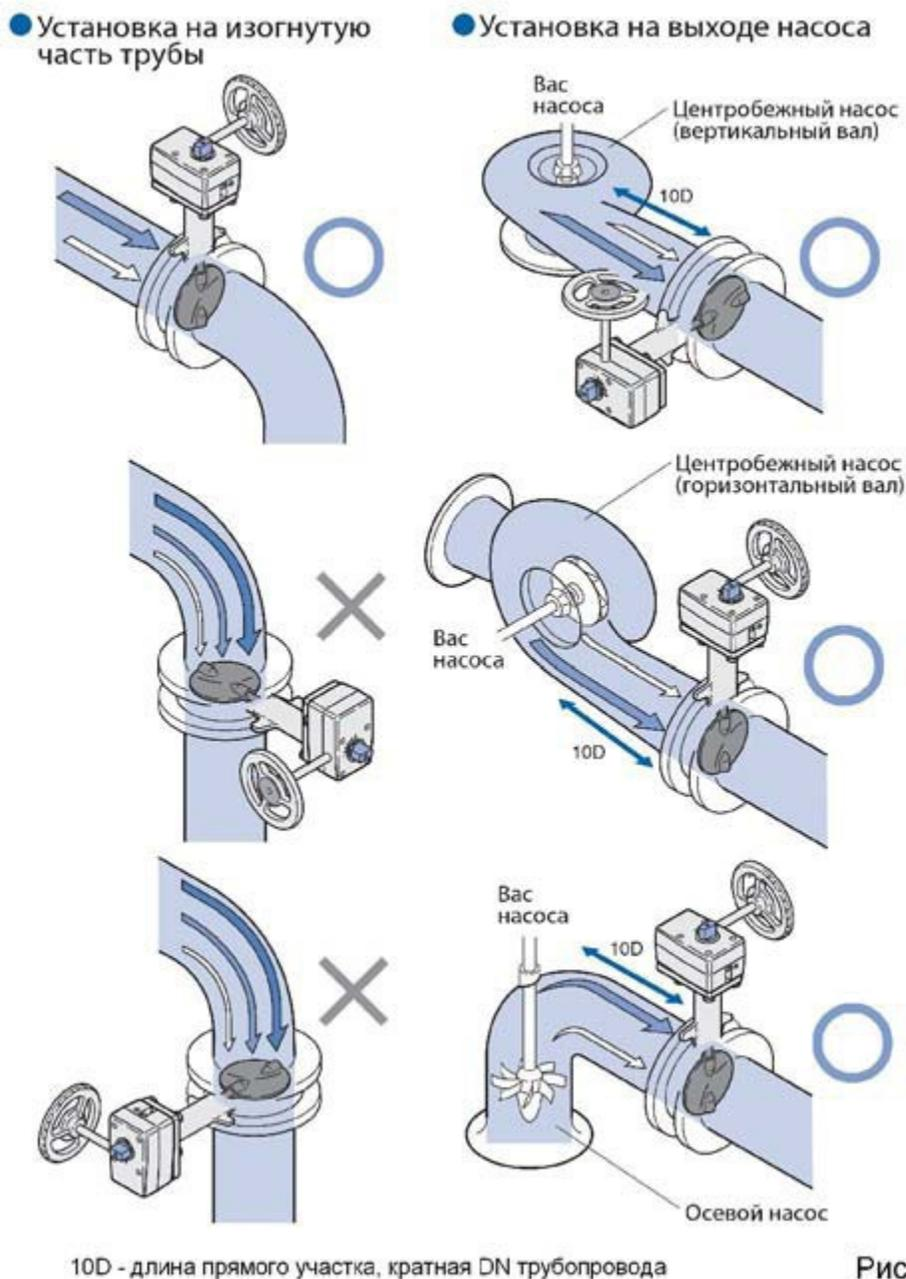

Рис.5
3.18 Устанавливайте затворы, учитывая эффекты, которые будут воздействовать на диски, при изменении скорости потока или давления в трубопроводе. Для информации обратитесь к иллюстрации. (рис.5)